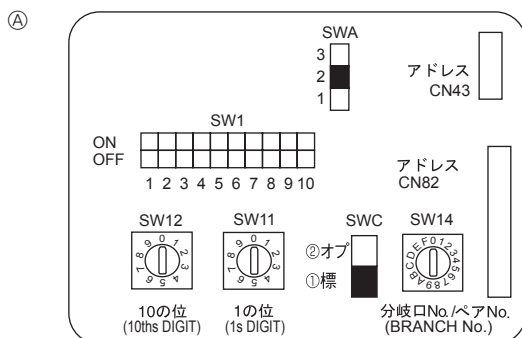

Fig. 6-4
6.5. Impostazione degli indirizzi (Fig. 6-4)
6.6. Impostazione dell'interruttore in funzione delle diverse altezze del soffitto (Fig.6-4)
6.7. Rilevazione della temperatura ambiente con il sensore incorporato nel comando a distanza (Fig.6-4)